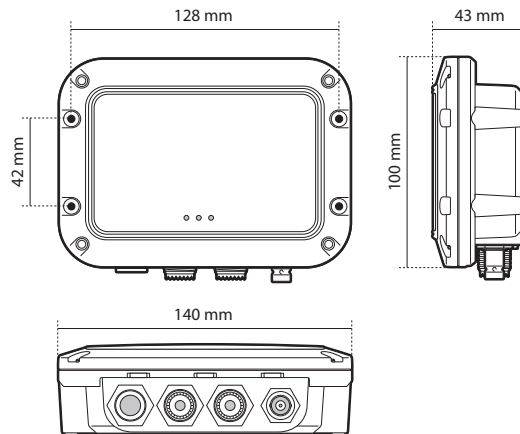

Ilustración 4 Dimensiones del Divisor de antena de AIS
- Debe haber un espacio adecuado alrededor del Divisor de antena de AIS para colocar los cables. Consulte la Ilustración 4 para obtener información sobre las dimensiones del Divisor de antena de AIS.